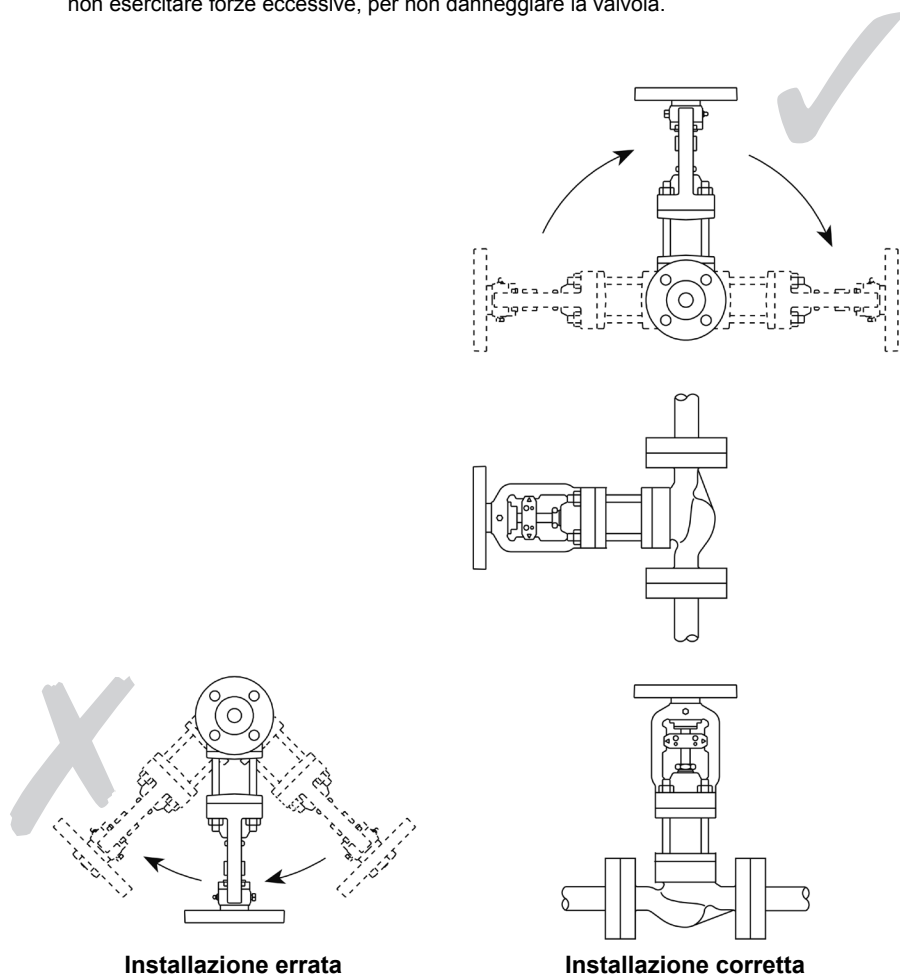

Fig. 3
- 3.3** Installare la valvola rispettando la direzione del flusso indicata sul corpo. La posizione da preferire è con lo stelo verticale e posto superiormente al corpo valvola. Sono comunque possibili posizioni intermedie tra il verticale e l'orizzontale come indicato a Fig.3.